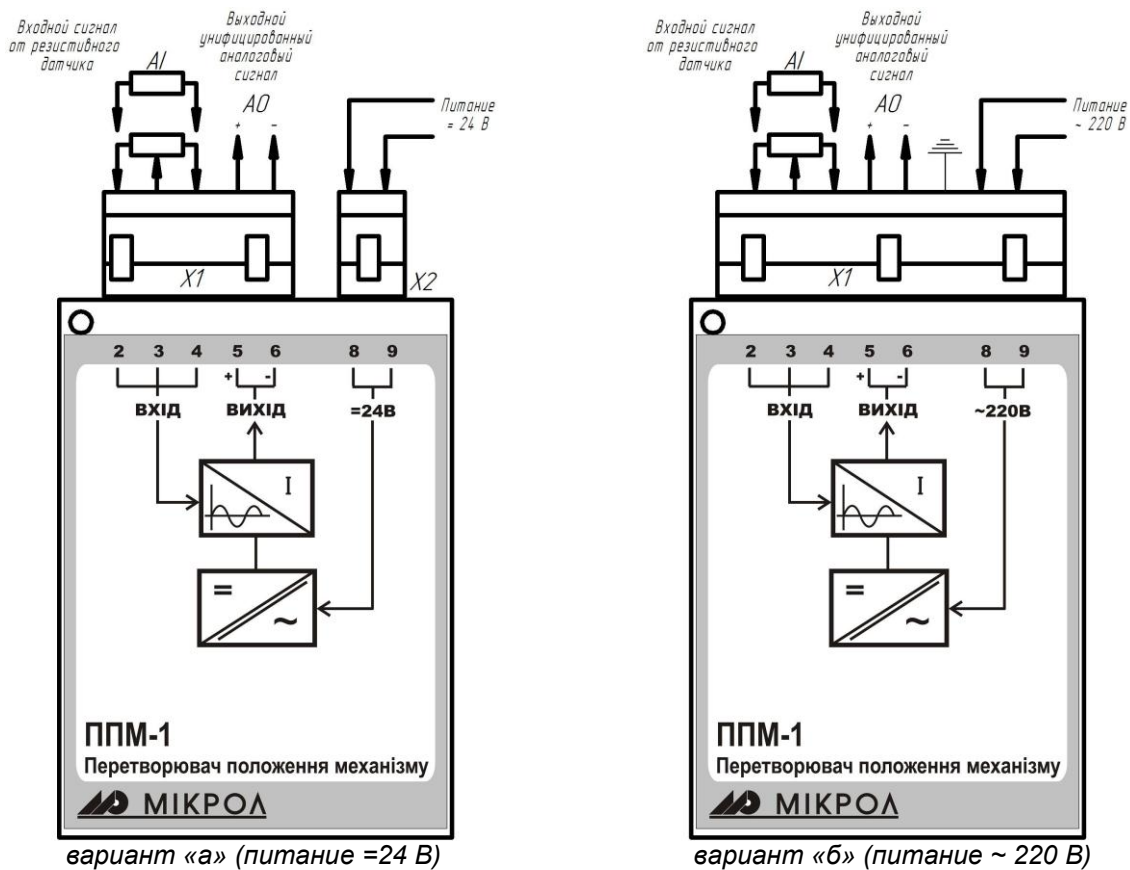

Рисунок 3.2 – Схема внешних соединений ППМ-1
- соединенными контактами 2,3,4 и 5,6 - соединителя X1; 8,9 - соединителя X2 - для преобразователя с питанием 24 В (см. рис. 3.2.а),
- соединенными контактами 2,3,4; 5,6 и 8,9 - соединителя X1 - для преобразователя с питанием 220 В (см. рис. 3.2.б).